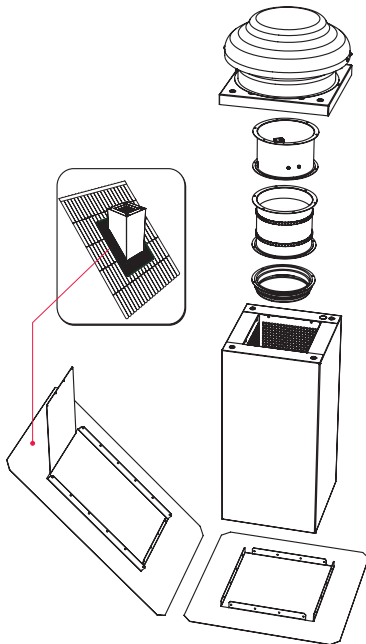

Figura 5.5.21 Montaggio e installazione con accessori
- Il ventilatore può essere installato sull'apposito supporto con l'ausilio di eventuali accessori, quali: serrande di non ritorno, raccordi antivibranti, flange di connessione. Il montaggio deve essere effettuato esattamente come indicato nella *Figura 5.5.21*.
- Dopo aver fissato il ventilatore al camino, avvitare il coprimentola con quattro (4) viti.